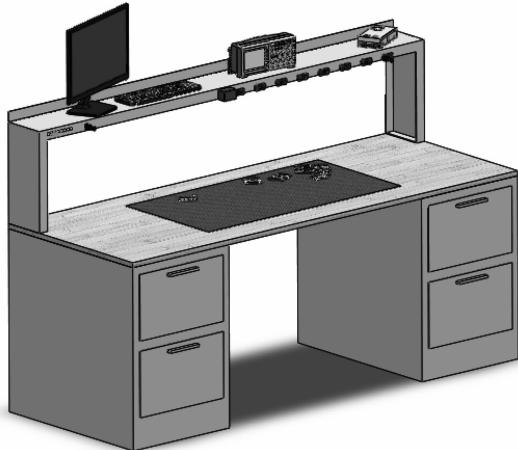

图 10-15 打开装配体
**步骤 5 打开装配体** 打开【页面 Workbench】，确认装配体成功关联到工程中，如图 10-15 所示。